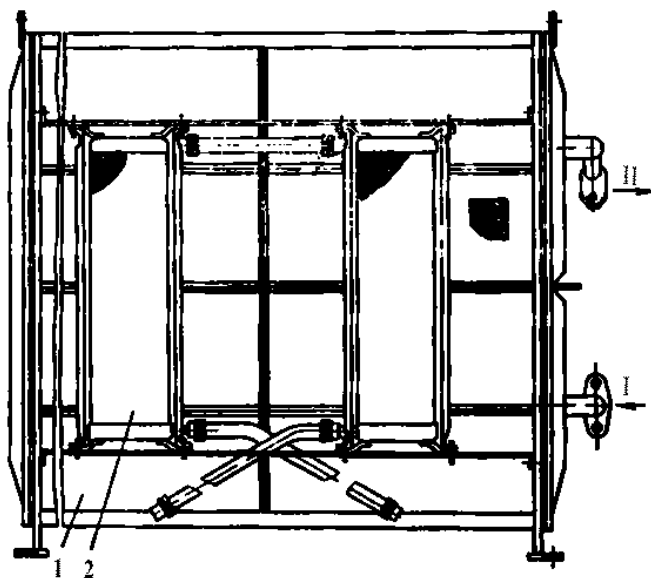

Рис. 12. Блок холодильника и радиаторов:
5.4.1. Масло из нижней части маслоотделителя поступает в фильтр 2, далее по трубопроводу 6 – в масляный холодильник 1, который состоит из четырех секций сваренных латунных трубок (рис. 12) и двух секций масляных радиаторов в сборе. Охлажденное масло по трубопроводу 7 (см. рис. 11) подается в промежуточный стакан компрессора. Часть масла поступает по трубопроводу 4 в корпус сальника.